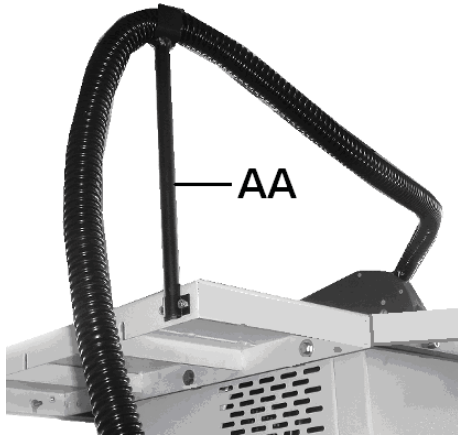

Рис. 14
- Прикрепить опору верхнего шланга к расширению стола с помощью прилагаемого крепления (AA, рисунок 14).